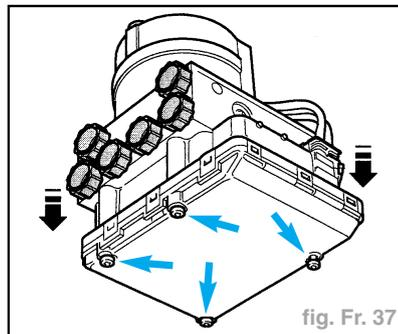

fig. Fr. 37
- Déposer les vis de l'appareil de commande (flèches) et retirer celui-ci (fig. Fr. 37).
Remarque : Veiller en retirant l'appareil de commande (b) à ne pas tordre les dômes des soupapes de l'unité hydraulique (a) au contact des bobines magnétiques de l'appareil de commande (fig. Fr. 37).